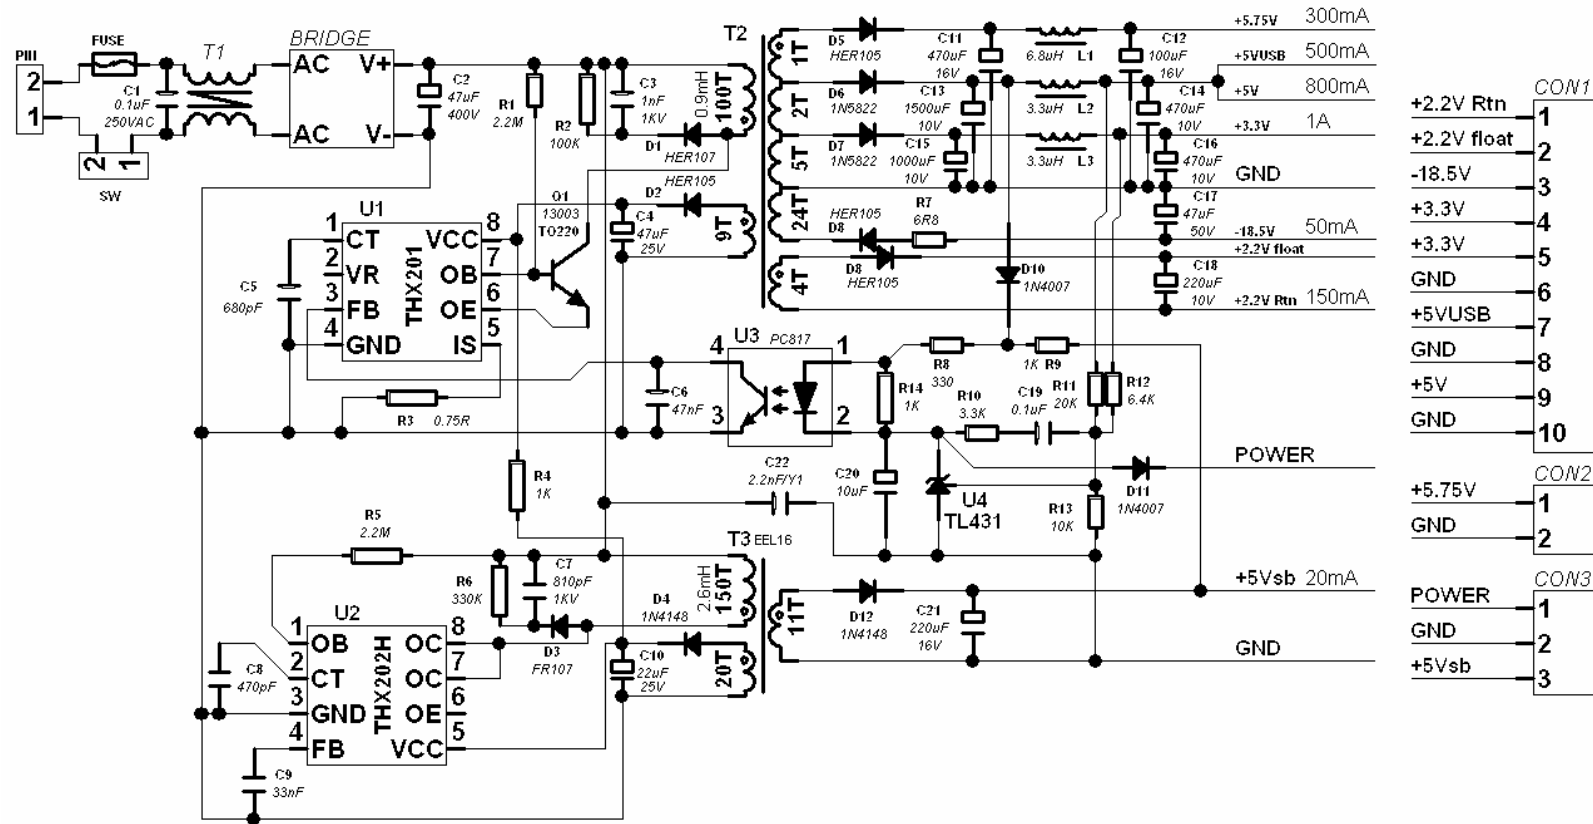

图 6、有独立待机的 DVD 或机顶盒等电源例
- 例三 (图 6), 有独立待机的 DVD 或机顶盒等电源; 采用 THX202H 作待机电源, THX201 作主电源。待机时, POWER 低电平, 光耦 U3 饱和和使 U1.FB、U1.TC 和 U1.OB 低电平, 主电源关闭, 但 U1 由 R4 提供电源电流, U1 为保持状态; 主电源工作时, POWER 高电平, 由于 R4 提供电源电流较小, U1.THX201 的各种保护功能依然有效。由于待机电源要求输出电流较小, 因此无需采用光耦反馈电路就能使+5Vsb 达到要求。